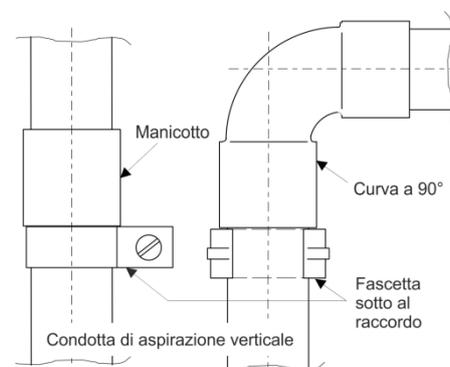

Fig. 21 Condotta di aspirazione verticale
- Con una disposizione verticale della condotta di aspirazione o di parti della stessa (ad es. tubo montante o in magazzini a scaffalature alte) occorre accertarsi che i tubi non possano scivolare verso il basso (applicare le fascette direttamente sotto i raccordi, come da **Fig. 21**).